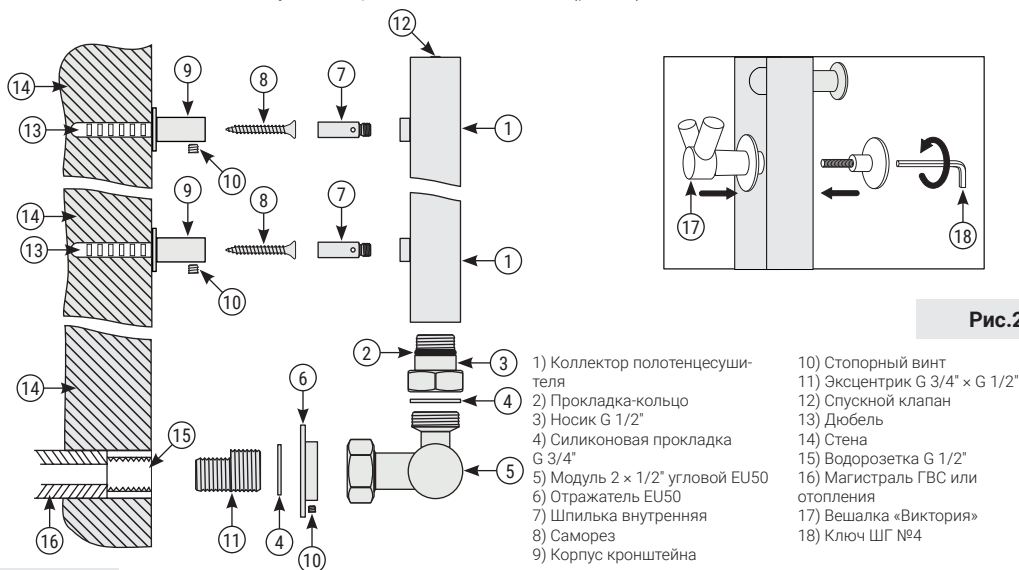

Рис.1
- 5.1. Сборку и установку изделия производить согласно схеме (рис. 1).
- 5.3. Установить на коллектор носики с накидными гайками (рис. 1 «3»). Носики накрутить на модуль угловой EU50 (рис. 1 «5»).
- 5.8. Для герметизации резьбовых соединений производитель комплектует изделие прокладками собственного изготовления (п. 3.3. и рис. 1 «2», «4»).